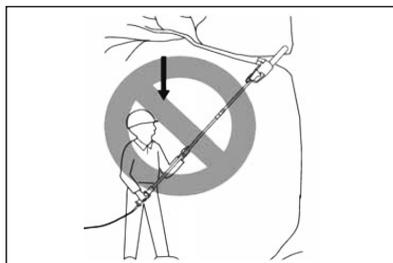

Fig. 25
- > Ne vous mettez jamais juste en-dessous de la branche que vous êtes en train de scier. Les objets peuvent tomber d'une manière imprévue. Tenez-vous toujours à l'écart de la zone de chute des branches (fig. 25).